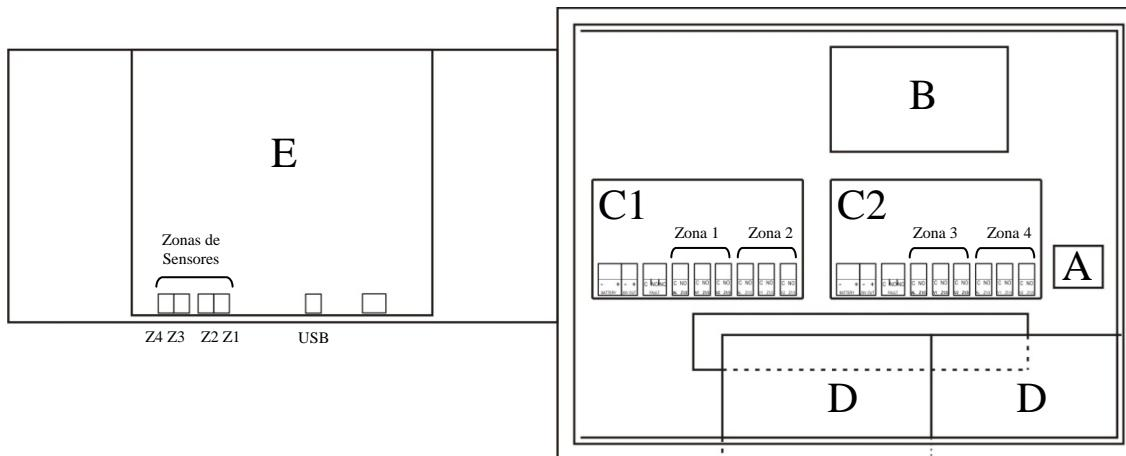
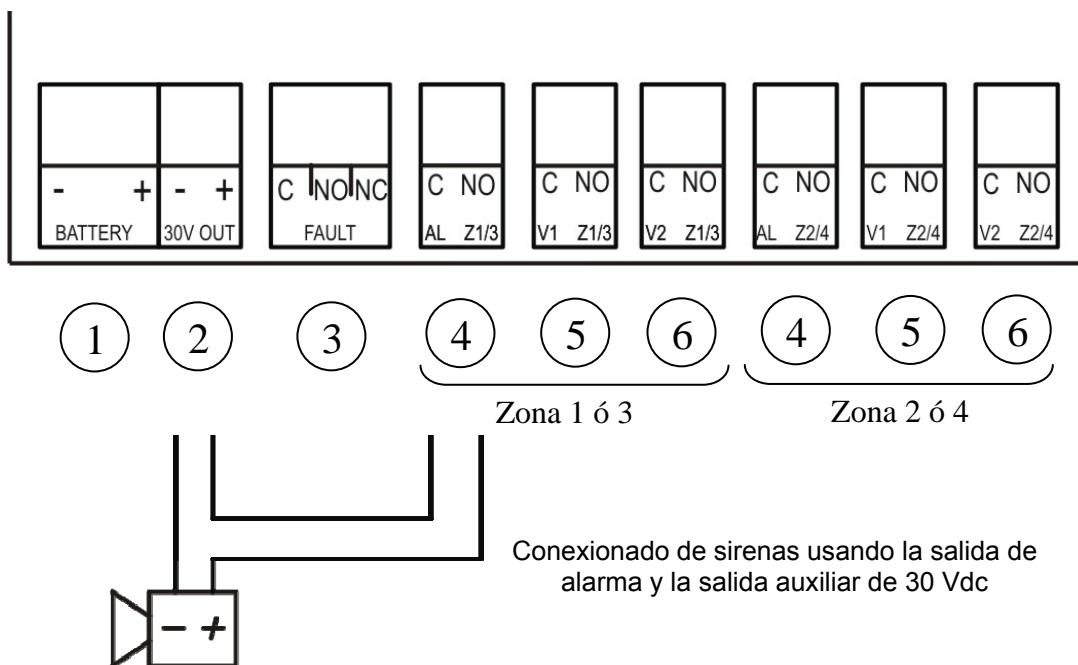

Figura 5: Disposición de elementos en la central
Figura 7: Salidas de la tarjeta de fuente
Circuito con las regletas de conexión de baterías, ventilaciones, alarmas, etc, para 1 ó 2 zonas. En centrales de 1 ó 2 zonas, está situado en el fondo del cofre en la zona central izquierda (C1 en la figura 5). En centrales de 3 ó 4 zonas, dispone de una segunda tarjeta de fuente situada en la zona central derecha (C2 en la figura 5). La tarjeta de fuente izquierda C1 está conectada con la fuente conmutada. Adicionalmente, si la central dispone de 2 tarjetas de fuente (C1 y C2), estas están también conectadas entre sí.
La alimentación de la central se realiza a través de la regleta A de la figura 5 con una tensión de 110~230V ± 10% 50 – 60 Hz. El conexiónado se realizará mediante 3 hilos con una sección mínima de 1,5 mm siendo obligatorio el conexiónado del cable de tierra al borne de alimentación de la central. El hilo de línea pasa a través de un fusible. El consumo máximo para una central es de 70 W. El conexiónado se realizará según etiqueta situada en el fondo del cofre.
En el caso de modelos DVB, esta regleta se conectará con las baterías. Solo se encuentra activa en la tarjeta C1 (Ver figura 5).
Salida auxiliar de 30 Vdc con capacidad máxima de 1 A. Permite alimentación de dispositivos como por ejemplo sirenas (ver figura 7). Esta salida está protegida por un fusible autorearmable y realiza supervisión de tensión, exceso de consumo y línea cruzada. Solo se encuentra activa en la tarjeta C1 (Ver figura 5).
Salida de contacto seco no supervisado de avería con capacidad de 1 A (30 Vdc - 230 Vac). Solo se encuentra activa en la tarjeta C1 (Ver figura 5). Se activará siempre que se produzca una avería en el sistema o no haya alimentación (el contacto Común-Normalmente Abierto (NO) del relé está cortocircuitado indicando AVERÍA). Solo se desactiva cuando no existe ninguna avería en el sistema y la central esté alimentada (el contacto Común-Normalmente Abierto (NO) del relé está eléctricamente abierto).
Salida de contacto seco con contacto común (C)-Normalmente abierto (NO) con capacidad de 1 A (30 Vdc - 230 Vac). Corresponde con la salida de alarma de la zona 1, 2, 3 ó 4 dependiendo de la posición en la tarjeta, y de la tarjeta en el cofre (ver figura 5).
Salida de contacto seco con contacto común (C)-Normalmente abierto (NO) con capacidad de 1 A (30 Vdc - 230 Vac). Corresponde con la salida de ventilación 1 de la zona 1, 2, 3 ó 4 dependiendo de la posición en la tarjeta, y de la tarjeta en el cofre (ver figura 5).
Salida de contacto seco con contacto común (C)-Normalmente abierto (NO), con capacidad de 1 A (30 Vdc - 230 Vac). Corresponde con la salida de ventilación 2 de la zona 1, 2, 3 ó 4 dependiendo de la posición en la tarjeta, y de la tarjeta en el cofre (ver figura 5).